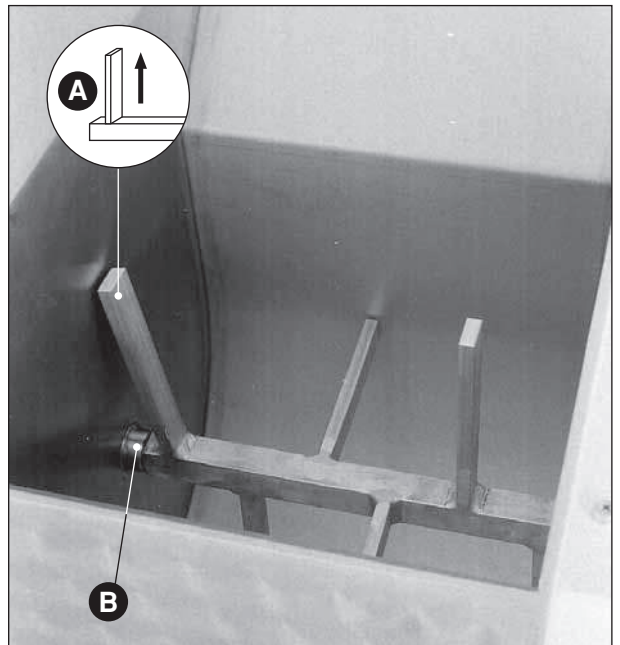

Fig. 35
- Malaxeur: s'assurer que la pale extérieure (**Fig. 35 A**) est en position verticale haute (on ne peut démonter la pièce que dans cette position) (**Fig. 35**).
Pour démonter le malaxeur, dévisser le support mobile extérieur (**Fig. 35 B**) jusqu'à ce que le malaxeur soit désengagé; déboîter l'arbre carré de son logement et faire tourner simultanément l'extrémité extérieure vers le haut.